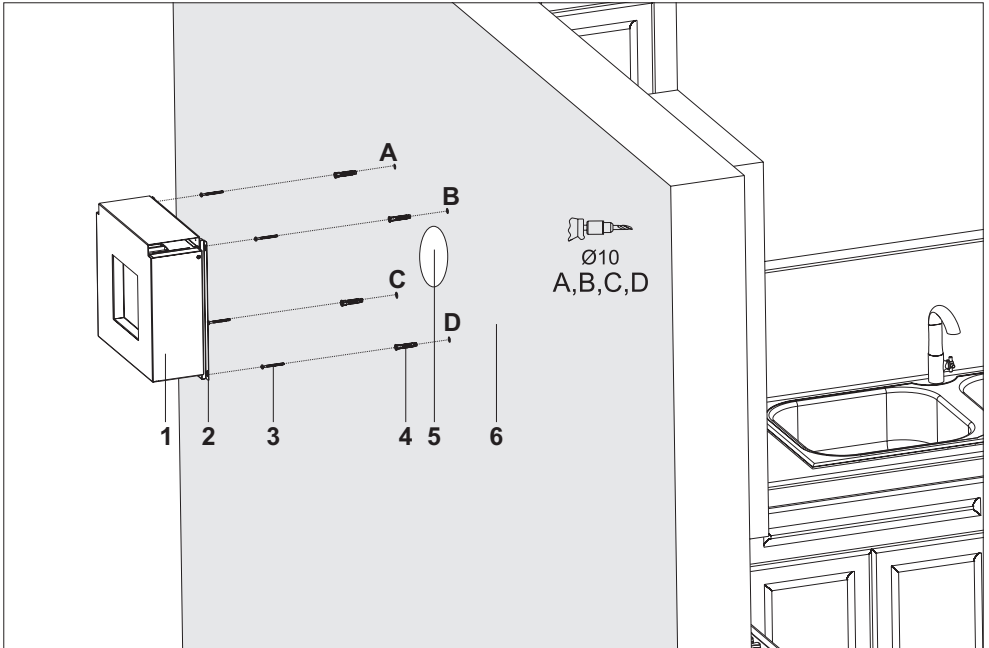

Fig. 7 MONTERING, INSTALLATION OCH KOMPONENTER
- Häng den externa motorn på A, B-skruvarna på väggen från upphängningsplattorna. Spänn A + B-monteringskruvarna på väggen och fäst motorn ordentligt vid punkt D, C (Fig. 7).
- Sätt in Ø10mm pluggar (4) i de borrade hålen A, B, C och D och skruva fast de 5,5 x 60 monteringskruvarna (3) vid punkterna A + B på så sätt att 5mm återstår mellan skruvhuvudet och väggen (Fig. 7).